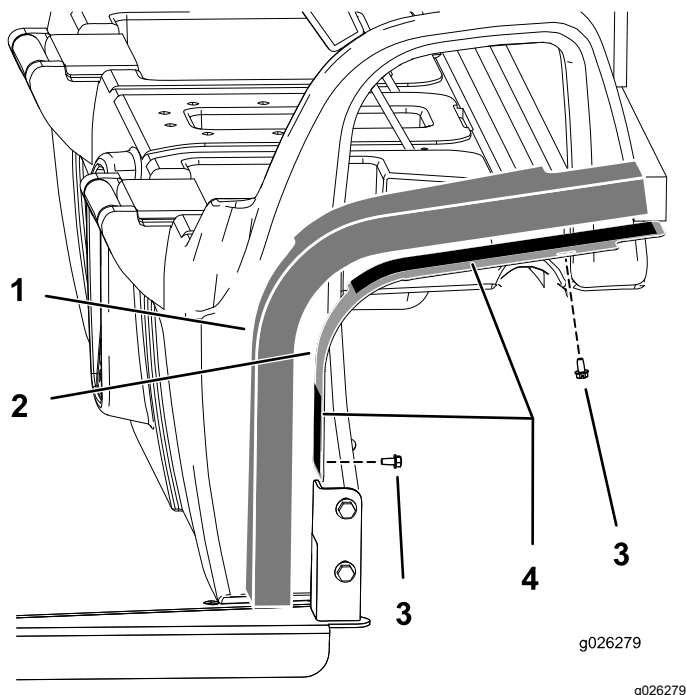

Figura 9
1. Sujete las chapas de montaje a la cabina con 4 pernos (1/4"), según se muestra en la Figura 9.
3. Retire el papel protector de la cinta de doble cara de las chapas de montaje (Figura 9).
4. Instale las planchas de gomaespuma en el conjunto (Figura 9).